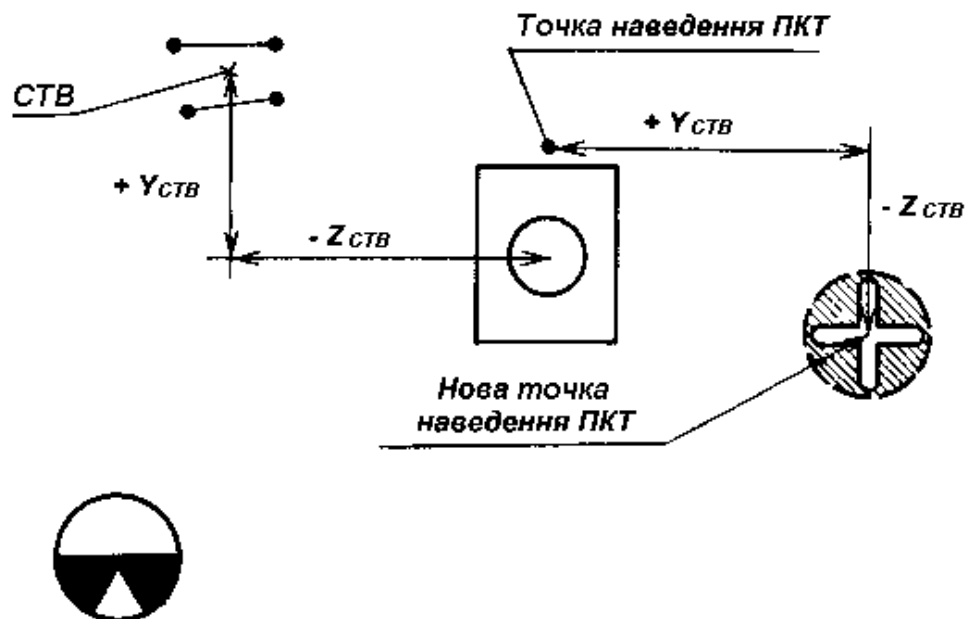

Рис. 107. Корегування положення ствола
- знайдені координати відкласти зі зворотним знаком від точки наведення ПКТ на мішені для пристрілювання та накласти чорне коло з білим хрестом на цю нову точку наведення (рис. 107);